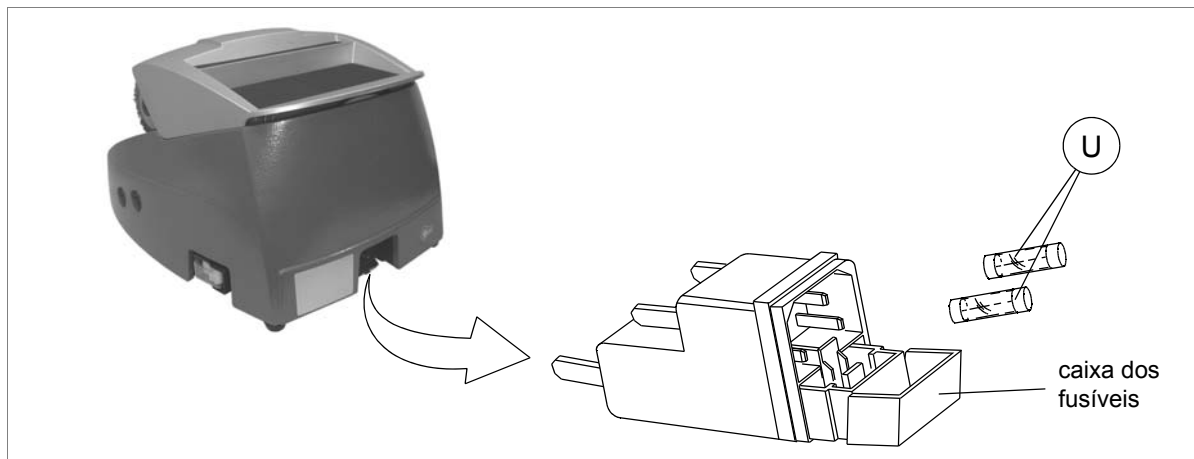

Fig. 27
- 3) Extraia a caixa dos fusíveis que fica por baixo da tomada de alimentação (V) (fig. 27)
- 4) Substitua os fusíveis (U) (fig. 27)